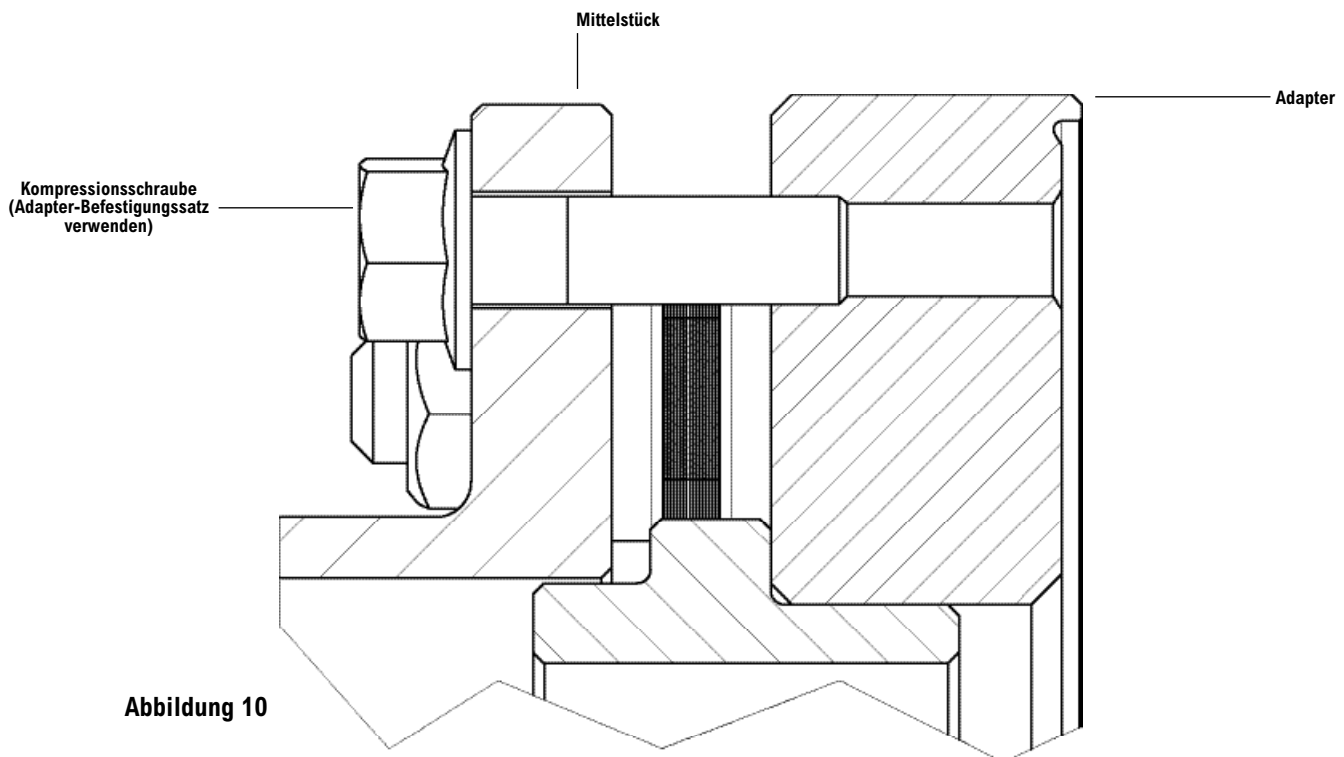

Abbildung 10
Komprimieren Sie die Mittelstückbaugruppe mithilfe der (mitgelieferten) Kopfschrauben für die Nabe-Adapter-Verbindung (siehe Abbildung 2 und Tabelle 4), indem Sie die Schrauben durch die Bohrungen in den Flanschen des Mittelstücks schieben und in die Gewindebohrungen des Adapters einführen, wie in Abbildung 10 dargestellt.
- 9.1 Entfernen Sie die Mittelstückbaugruppe, indem Sie alle Kopfschrauben von den Naben entfernen. Komprimieren Sie dazu die Mittelstückbaugruppe mithilfe der Kopfschrauben für die Nabe-Adapter-Verbindung (siehe Abbildung 2 und Tabelle 4), indem Sie die Schrauben durch die Bohrungen in den Flanschen des Mittelstücks schieben und in die Gewindebohrungen des Adapters einführen, wie in Abbildung 10 dargestellt. Ziehen Sie anschließend die Mittelstückbaugruppe aus dem Zwischenraum zwischen den Naben heraus. An jedem Nabenende befinden sich Gewindebohrungen für Dehnschrauben, um die Führungszapfen zwischen Nabe und Adapter zu lösen. Verwenden Sie dazu die Kopfschrauben für die Nabe-Adapter-Verbindung gemäß Tabelle 4.
- 10.2 Verwenden Sie bei vollständig zusammengesetzter Zwischenstückeinheit jeweils 6 Schrauben für ein 6-Schrauben-Lamellenpaket und 8 Schrauben für ein 8-Schrauben-Lamellenpaket und komprimieren Sie die Mittelstückbaugruppe mithilfe der Kopfschrauben für die Nabe-Adapter-Verbindung (siehe Abbildung 4 und Tabelle 4), indem Sie die Schrauben durch die Bohrungen in den Flanschen des Mittelstücks schieben und in die Gewindebohrungen des Adapters einführen, wie in Abbildung 10 dargestellt.